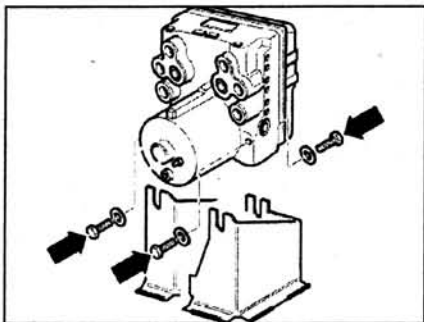

Рис. 7.57. Открутите и снимите болты (стрелки) крепления кронштейна гидравлического блока.
10. Открутите и снимите болты (стрелки) крепления кронштейна гидравлического блока (рис. 7.57).